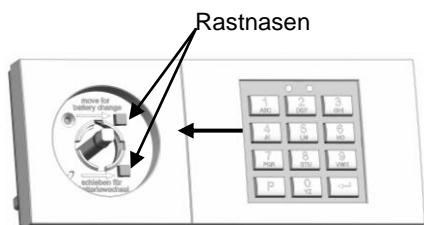

Abbildung 22: Oberteil verschieben
Hinweis: Die Rastnasen des Basisteiles (11) müssen sauber durch das Oberteil (8) durchtauchen (siehe auch Abbildung 22)!